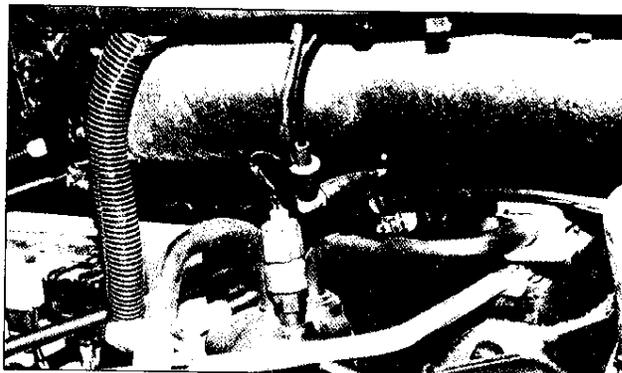

Fig. 11
- b. Use el retén en forma de P provisto para asegurar la manguera al tablero de instrumentos (vea la Fig. 11). Use la tuerca de seguridad M6 provista para atar ese retén al perno prisionero del panel de instrumentos.